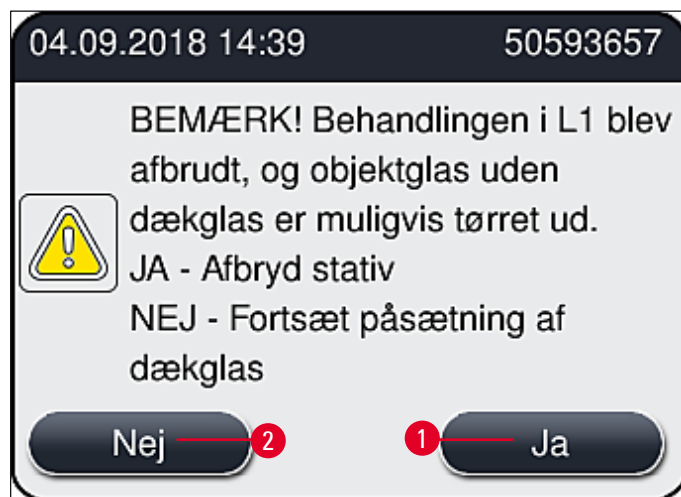

Fig. 111
9. Instrumentsoftwaren scanner påfyldningsniveauet. Brugeren får vist en meddelelse, når kontrollen er færdig (→ Fig. 111).